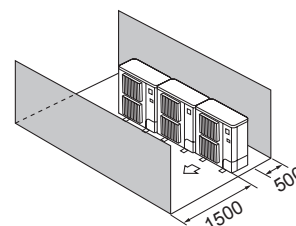

Fig. 2-15
- ④ Prepreke samo na prednjoj i stražnjoj strani (Fig. 2-15)